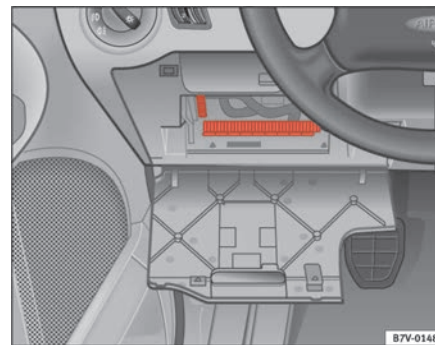

Fig. 161 Lado izquierdo del tablero de instrumentos: caja de fusibles
- Desmonte la tapa de la caja de fusibles ⇒ fig. 161.